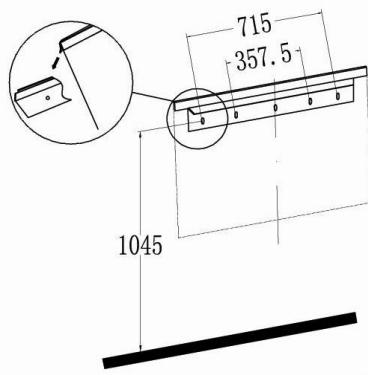

Fig.2
- Häng nu försiktigt upp brasan med sina upphängningsbyglar centrerade i väggbeslagen (se bild 2). Bygeln får inte sticka ut utanför stödet! Den elektriska kabeln kommer ut under brasan och måste ledas bort från värmens.